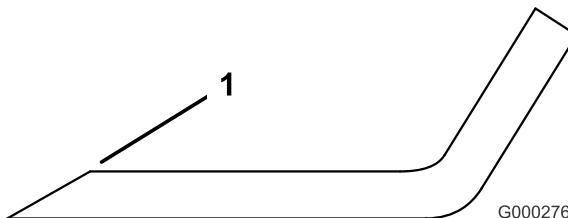

Figure 98
3. Examinez les tranchants de toutes les lames et aiguissez-les s'ils sont émoussés ou ébréchés. N'aiguisez que le haut du tranchant et conservez l'angle de coupe d'origine pour obtenir une coupe nette (Figure 98). Limez la même quantité de métal sur chacun des deux tranchants pour ne pas déséquilibrer la lame.